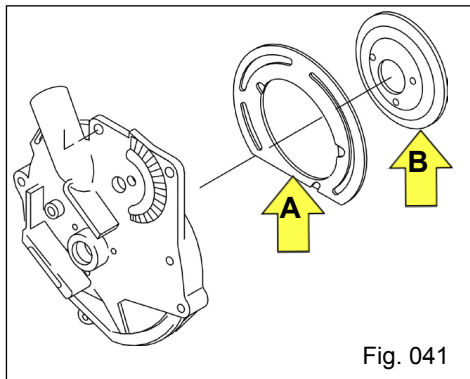

Fig. 041
- **Corpo** (Fig. 041): que por sua vez é composto de Inserto de apoio do disco e Prato de fixação do Inserto.